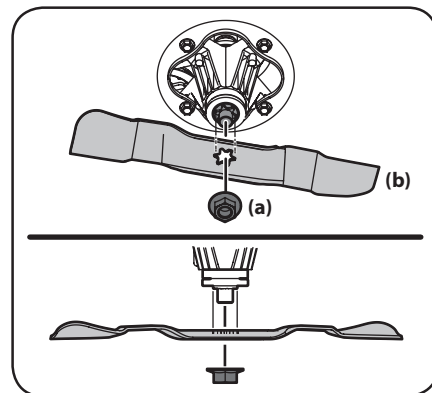

Figure 4-9
- Remplacez la lame de déchetage ou aiguisiez-la. Pour aiguiser correctement les lames de coupe, aiguisiez les deux tranchants des lames de façon égale, parallèlement à la voile, à un angle de 25 à 30 degrés. Aiguisiez toujours chaque lame de coupe de façon égale pour assurer l'équilibre des lames. Voir Figure 4-9.